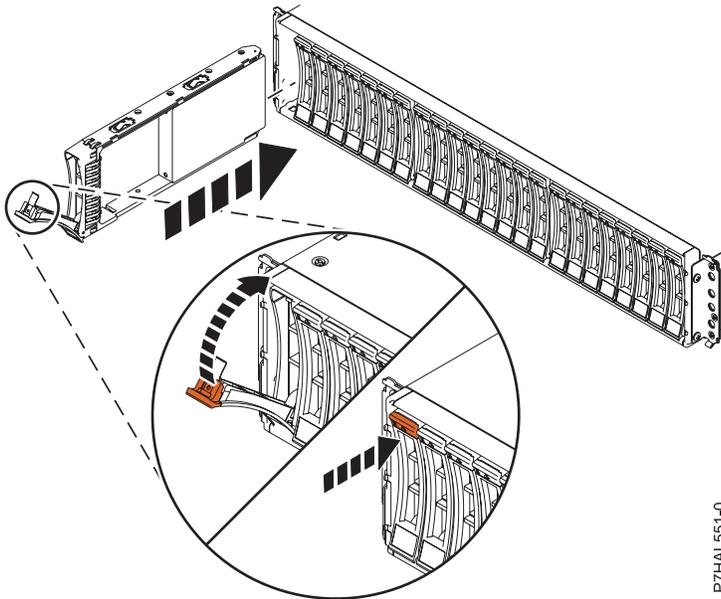

図3. ディスク・ドライブの 5887 ディスク・ドライブ・エンクロージャーへの取り付け
1. ハンドルをアンロック位置にして (10 ページの図3 を参照)、ドライブの底面を支え、拡張装置のガイド・レールに位置合わせします。